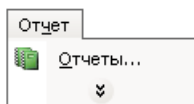

Рис. 3.8. Выбор пункта с тремя точками приведет к вызову диалогового окна
- ❑ Пункт меню, после имени которого стоят три точки. Выбор пункта приведет к вызову на экран диалогового окна, например, **Отчет\Отчеты...** (Report\Reports...), как показано на рис. 3.8.